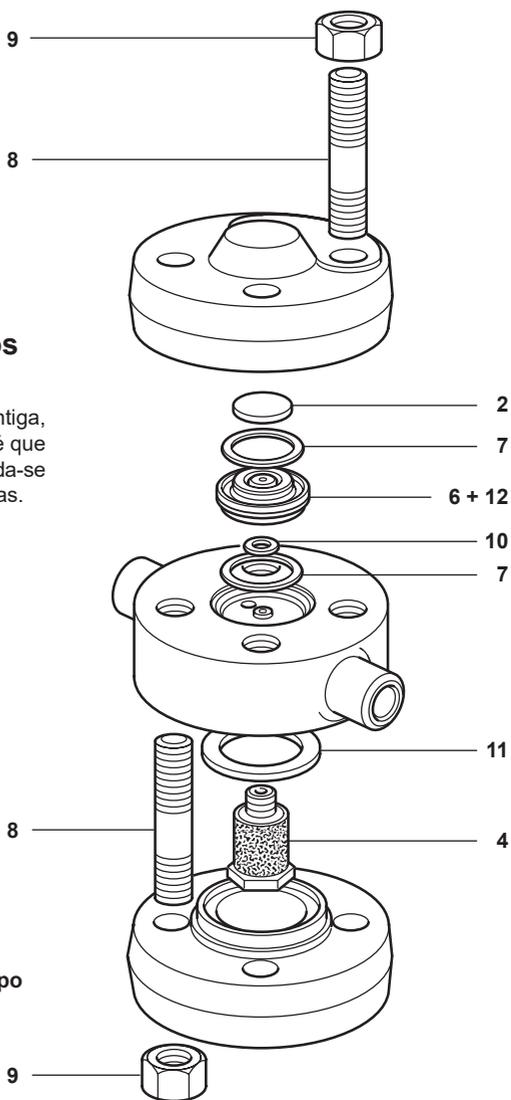

Fig. 3
6.1 Como montar o disco e a sede: (Ver Fig. 3)
- Retire a tampa superior (3), desaparafusando as quatro porcas (9) que a estão a fixar no lugar.
- Retirar o disco (2).
- Levantar a sede (6). A utilização de 2 chaves de fendas inseridas na ranhura pode facilitar a remoção. Garanta que a virola de localização (12) também é removida.
- Coloque a nova sede (6) assegurando que a virola de localização (12) está firmemente inserida no corpo.
- Coloque a nova junta da sede (7), certificando que as faces da junta estão perfeitamente limpas e colocar um disco novo (2). Assegure que o disco está montado com as ranhuras viradas para o assento.
- Montar novamente a tampa superior (3).
- Certifique que a placa de identificação é colocada sobre os pernos antes de voltar a montar as quatro porcas (9).
- Reaperte as porcas da tampa (9) com os torques de aperto recomendados (ver Tabela 1).